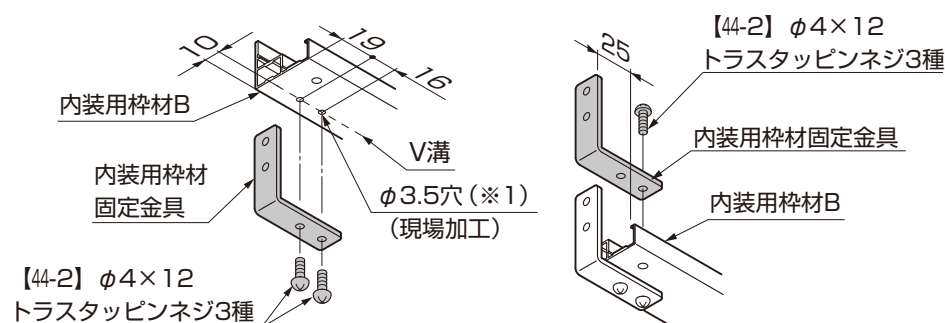

図4-2 内装用枠材固定金具の取付け
- 内装用枠材Bの上から取付ける内装用枠材固定金具は内装用枠材Bより25mm出して取付けてください。内装用枠材Bの下から取付ける内装用枠材固定金具はφ3.5の穴（※1）を現場加工して取付けてください。（図4-2参照）
- ④棚受け金具を内装用枠材Bに裏側から【44-2】で取付けてください。